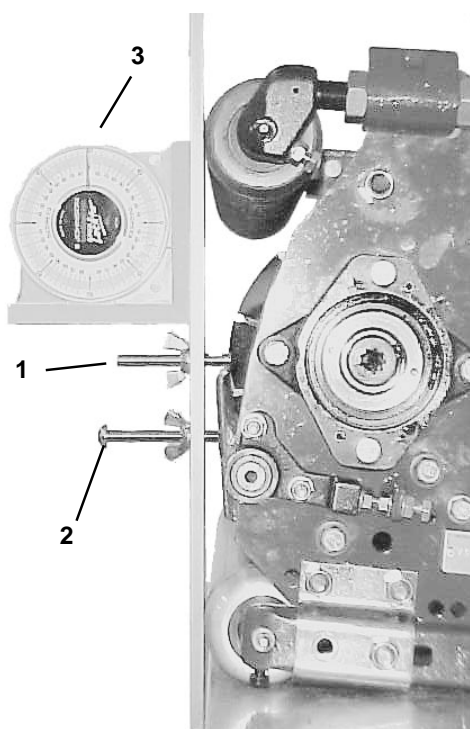

Fig. 16
4. Legg målearmen tvers over fremre og bakre valser. Første skrukehode skal passe pent over kanten av knivplaten mens målearmen berører fremre valse (fig. 16).
5. Legg en vinkelindikator på målearmen og notér armens vinkel (fig. 16).